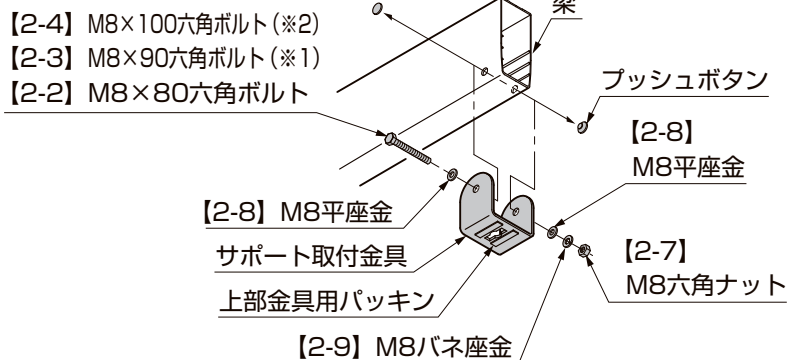

図3-2
①梁先端の側面に付いているプッシュボタンを外して、サポート取付金具を梁に【2-2】、【2-7】、【2-8】、【2-9】で取付けてください。(図3-2参照)